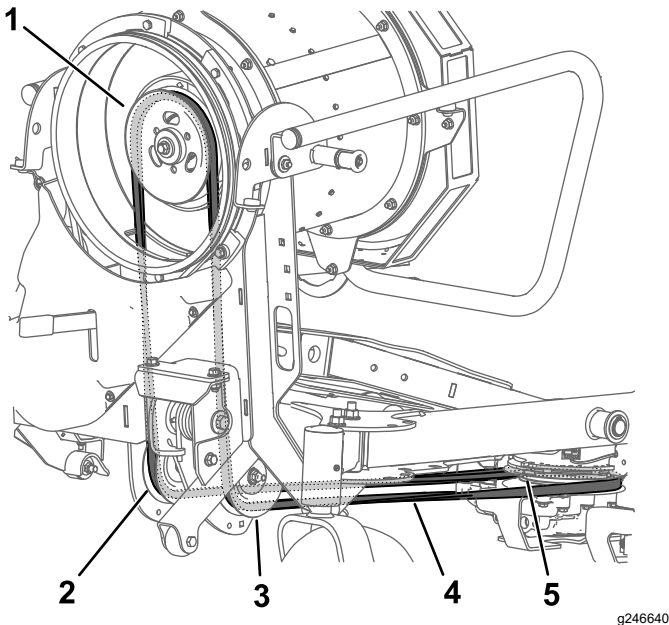

Figura 44
6. Retire la correa de la polea del ventilador (Figura 44).
7. Enrute la correa hacia abajo a través del conjunto del adaptador de la transmisión, alrededor de las poleas tensoras, y alrededor de la polea del embrague (Figura 44). Asegúrese de que la correa está asentada correctamente en las ranuras de las poleas.